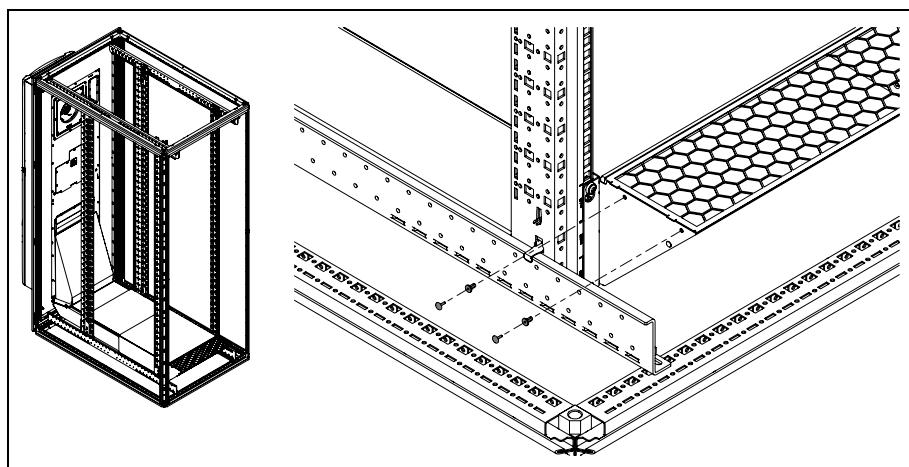

Abb. 24: Einsetzen der Spreiznieten
- Fixieren Sie das Schutzgitter abschließend mit vier Spreiznieten (Abb. 24).